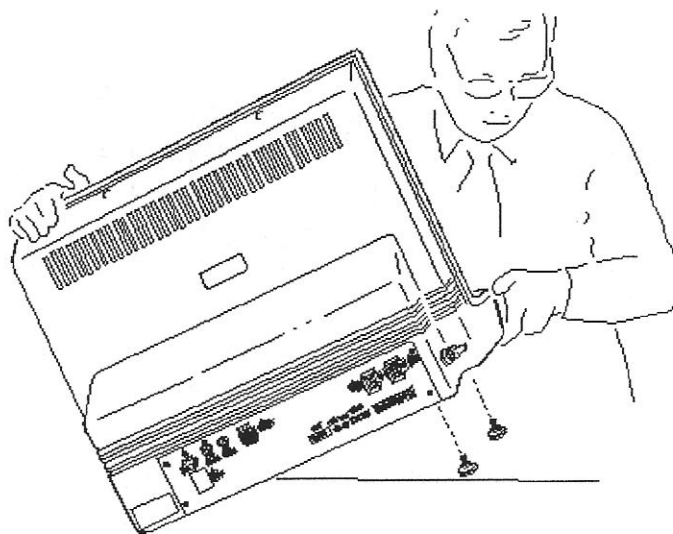

Abbildung 1.3 — Anschrauben der Standfüße
9. Lassen Sie Ihren Assistenten wiederum erst eine und dann die gegenüberliegende Seite des Geräts anheben, während Sie mit Hilfe eines Schraubenschlüssels die vier Standfüße anschrauben (s. Abbildung 1.3).